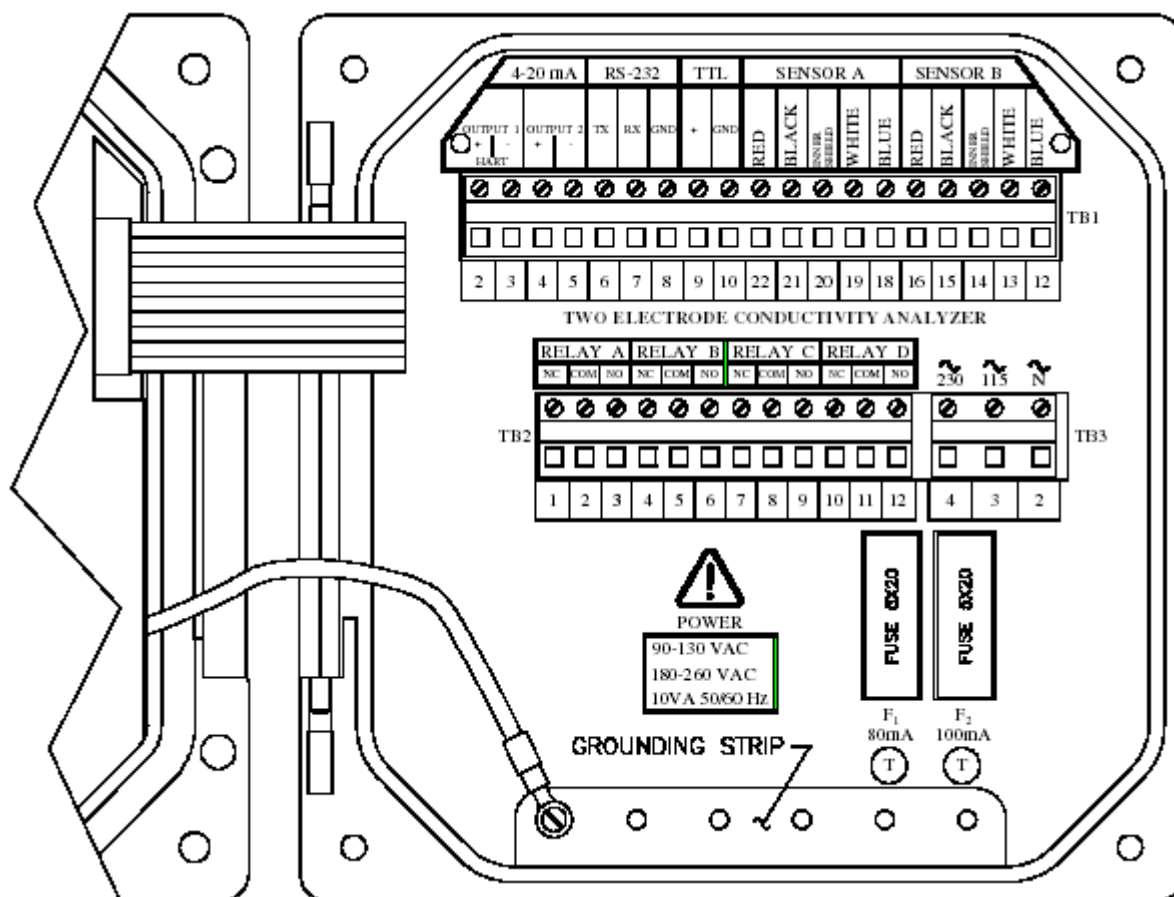

图 2-3 序列号前缀为“B”的测定仪的接线端标识
要操作电气连接的接线端，请拧下四个紧固螺钉，打开左侧外壳门。图 2-3 和图 2-3 显示了接线端的排列及它们所被指定的作用。
- 对于序列号前缀为“B”的测定仪,连接到箱体底部的接地带(5 个开孔,如图 2-3 所示)。